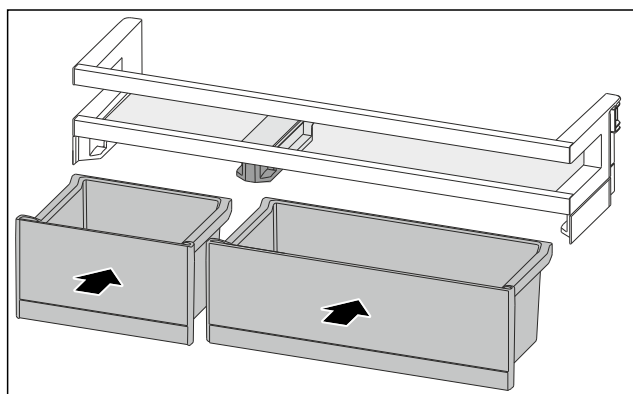

Fig. 197
- VarioBoxy vložte v opačném pořadí. (viz Fig. 197)